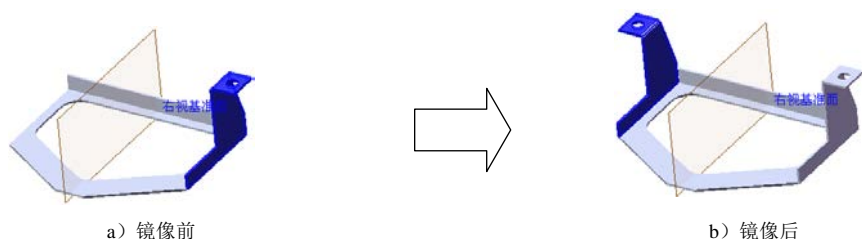

图 2.17 镜像 1
Step8. 创建图 2.17 所示的镜像 1。
(1) 选择命令。选择下拉菜单 **插入(I)** → **阵列/镜向(E)** → **镜向(M)...** 命令。
(2) 定义镜像基准面。选取右视基准面作为镜像基准面。
(3) 定义镜像对象。选择边线—法兰 2、边线—法兰 3、切除—拉伸 2 作为镜像 1 的对象。
(4) 单击按钮, 完成镜像1的创建。